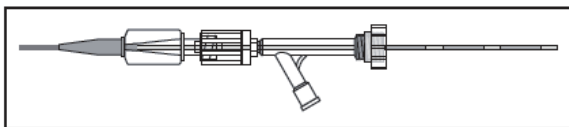

図4: フルオロセーバーマーカ
- デリバリーワイヤのフルオロセーバーマーカがRHVの手元側に接するまでマイクロカテーテル内でコイルを進めたことを、エックス線透視下で確認する（図4）。